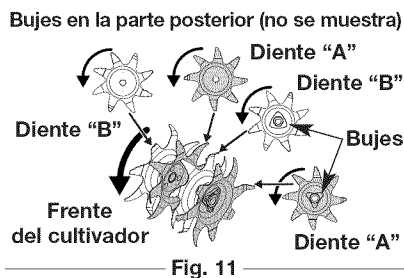

Fig. 11
- Coloque el control de encendido y apagado en la posición de **APAGADO (O)** y desconecte el cable de la bujía de encendido.
- Saque las presillas del pasador de la horquilla y los pasadores de la horquilla (Fig. 11).